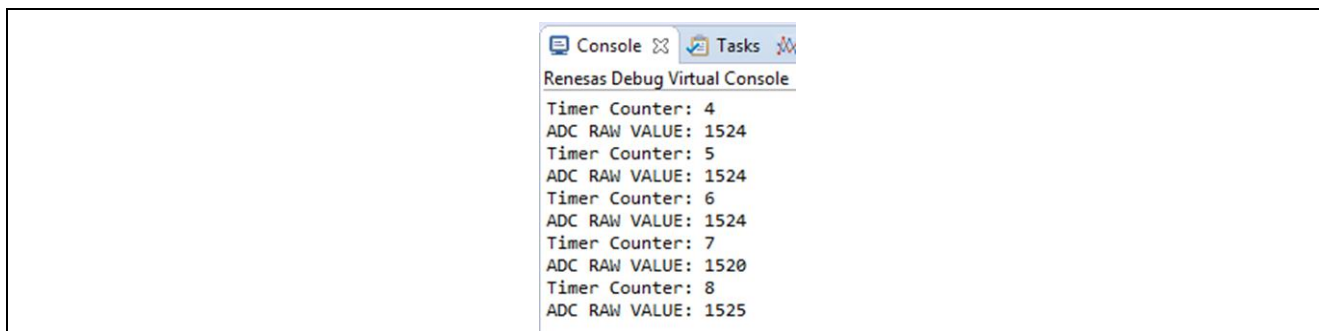

図 2.DTC HAL モジュールのアプリケーションプロジェクトのサンプル出力
8. 出力は、Renesas Debug Virtual Console (Renesas デバッグ仮想コンソール) に表示されます (図 2 を参照)。または、変数式を [watch] (ウォッチ) ビューに追加してください。